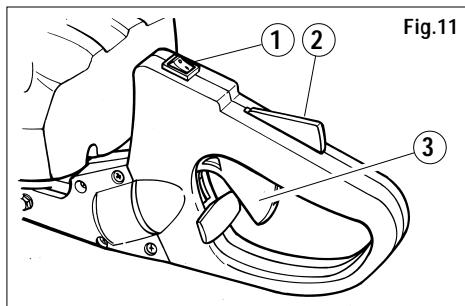

Fig.11
- 2) Sæt hovedafbryderen (fig. 11, detalje 1) i
- 5) Hold om baghåndtaget med venstre hånd, og tryk med håndfladen på gashåndtagets blokering (fig.11, detalje 2), på den måde
frigøres gashåndtagets bevægelse (fig.11, detalje 3).
- 1) For at stoppe motoren, stil afbryderen (fig.11, detalje 1) på „OFF“.